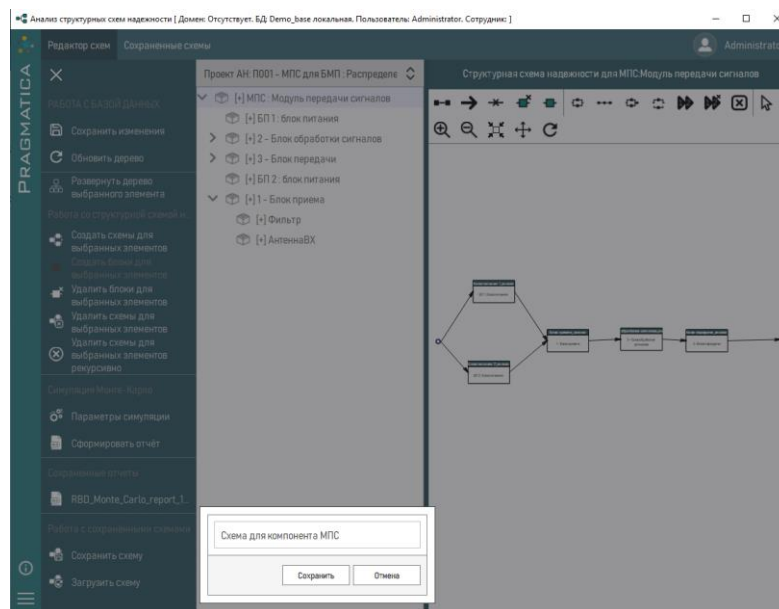

Рисунок 330 – Сохранение схемы для выбранного элемента
3) В открывшемся окне при необходимости скорректировать наименование и нажать кнопку «Сохранить» и «Отмена», если сохранять схему не требуется (рисунок 330).
3) В открывшемся окне при необходимости скорректировать наименование и нажать кнопку «Сохранить» или «Отмена», если сохранять схему не требуется (см. рисунок 330).